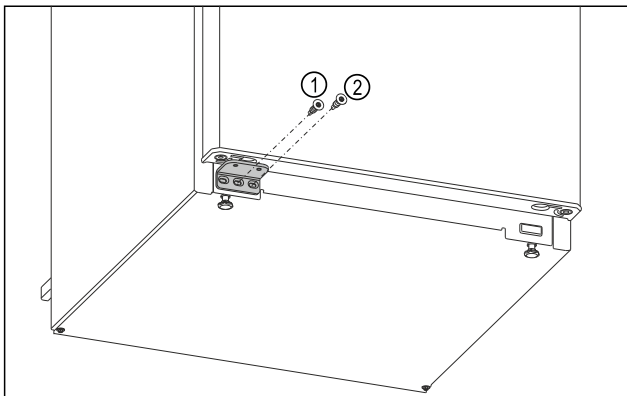

Fig. 17
- Serrer la vis centrale du support de palier Fig. 17 (1) avec un tournevis Torx 20.
- Serrer la vis intérieure du support de palier Fig. 17 (2) avec un tournevis Torx 20.